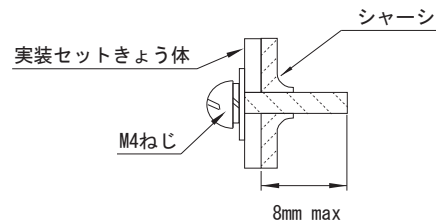

図 4.3 取付ねじ
- 使用するねじは、内部部品との絶縁距離を保つため、ねじ挿入長さは電源の外側から 8mm max とします（図 4.3 参照）。